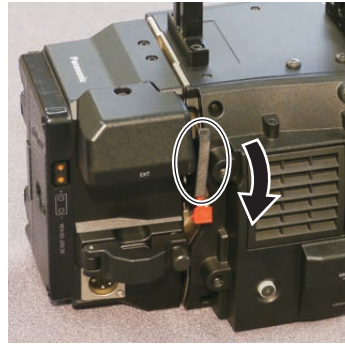

図 2
- 1 レコーディングモジュールリリースレバーのロックノブ（赤色）を引き上げながら（図 1）、レコーディングモジュールリリースレバーを押し下げる。（図 2）